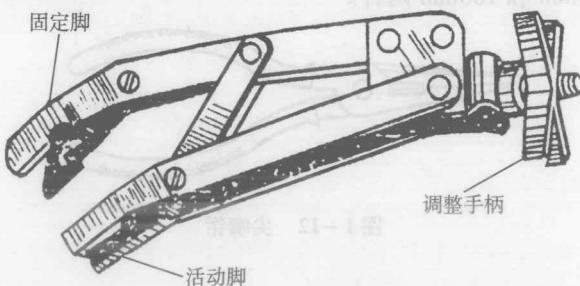

图 1-9 气门弹簧装卸钳
2. 气门弹簧装卸钳 如图 1-9 所示，气门弹簧装卸钳是用来拆装气门弹簧的专用工具，它由固定脚、活动脚和调整手柄等组成。使用时，先将上下两钳脚收拢，插在气门弹簧下端，然后转动调整手柄，使两钳脚张开，压缩气门弹簧，取下锁块，再反向转动调整手柄，使活动脚回到原位，即可取下气门弹簧。